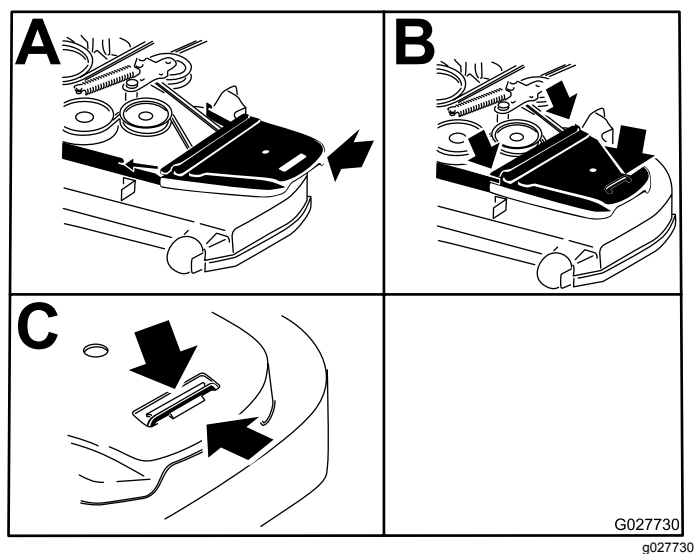

Figura 83
14. Coloque as coberturas da correia e os parafusos presos a elas (Figura 83).